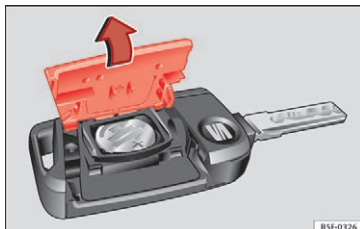

Fig. 125 Bilnøgle: åbning af afdækning til batterirum
- Tag afdækningen på bagsiden af bilnøglen »» Fig. 125 af i pilens retning »» ①.
- Sæt afdækningen på som vist på billedet »» Fig. 125, og tryk den modsat pilens retning på bilnøglehuset, indtil den går i hak.
① FORSIGTIG